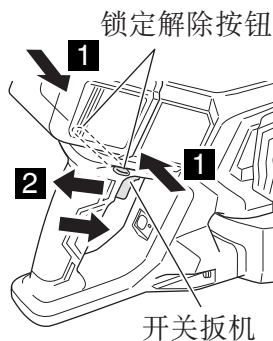

图 14
本产品配有开关锁，防止意外开关操作。（图 14）
- (3) 向任一方向按压开关锁，解除锁定，然后拉动开关，切断钢筋。（第 18 页的图 14）